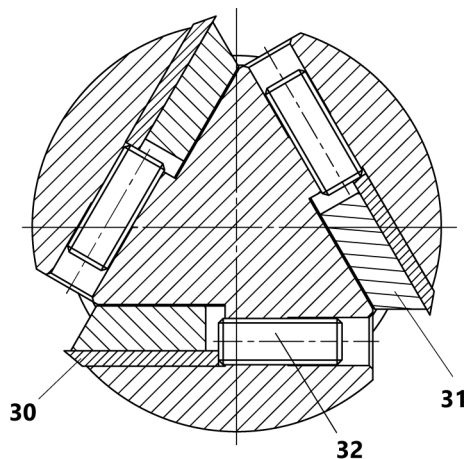
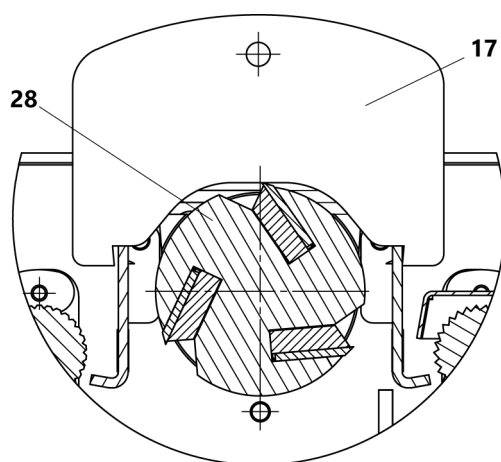

Рис. 11 Регулировочное устройство
Рис. 12 Схема регулирования ножей
- закручиванием/выкручиванием винтов 32 (рис. 11) шестигранным ключом $s=3$ мм отрегулировать ножи 30 так, чтобы острие ножа касалось нижней части установленного шаблона 17 (рис. 12);